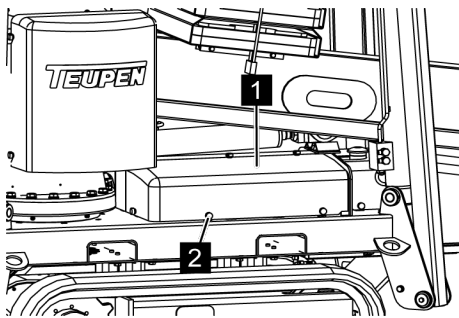

Fig. 120: Enlever le capot
2. ➤ Desserrer toutes les vis moletées (Voir la Fig. 120/2) du capot (Voir la Fig. 120/1), et enlever le capot.